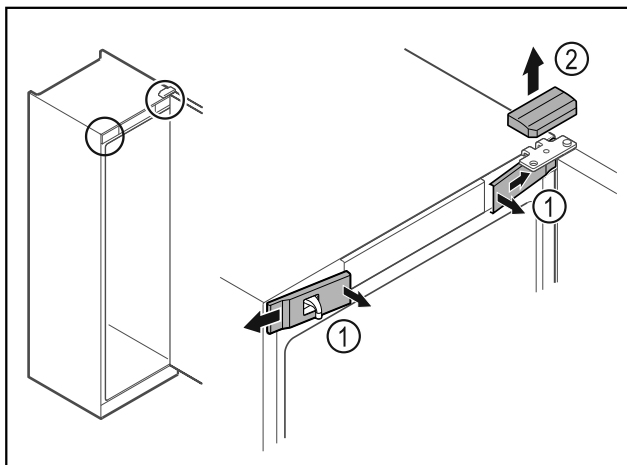

Fig. 13
- ▶ Spnite sprednje pokrove Fig. 13 (1) in jih odstranite proti strani.
- ▶ Zgornji pokrov Fig. 13 (2) snemite v smeri navzgor.